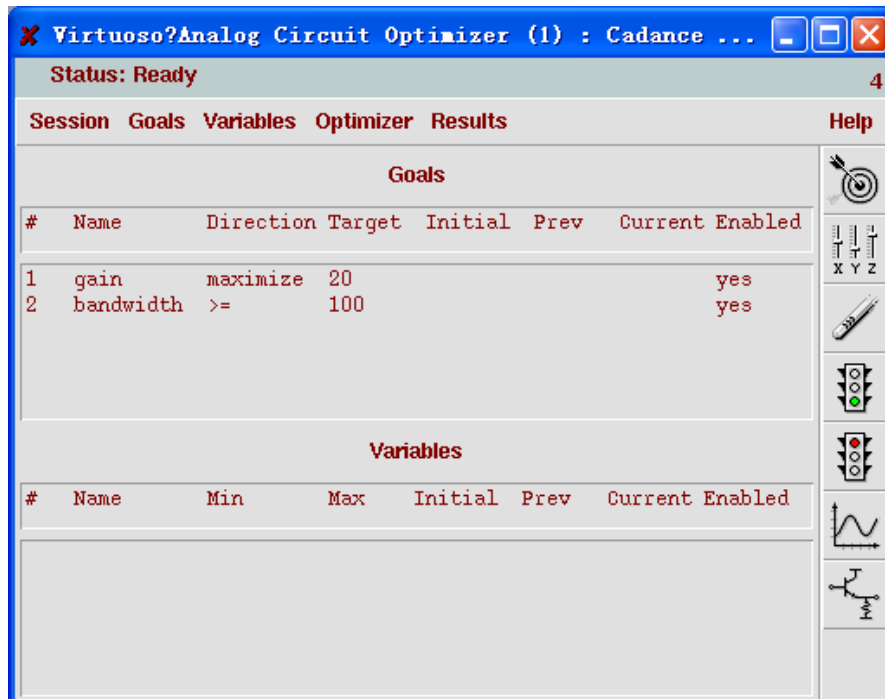

图 11.17 编辑后的优化对象窗口
- 4) 点击“OK”，发现选择的对象已经被修改，如图 11.17
注意：对比图 11.4 中“Design Variables”栏和图 11.17 中“Name”栏中的设计变量，可以发现他们是一致的。这说明优化器在优化时所改变的设计变量，都须要在“ADE”窗口中事先定义。